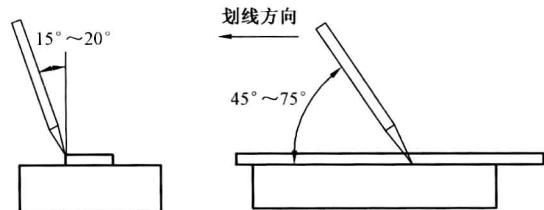

图 1-10 划针的用法
- (1) 针尖要紧靠导向工具的边缘,并压紧导向工具,避免滑动而影响划线的准确性。
- (2) 划针的握法与用铅笔划线相似,上部向外倾斜  $15^\circ \sim 20^\circ$ ,并向划线方向倾斜约  $45^\circ \sim 75^\circ$ 。划针的用法如图 1-10 所示。